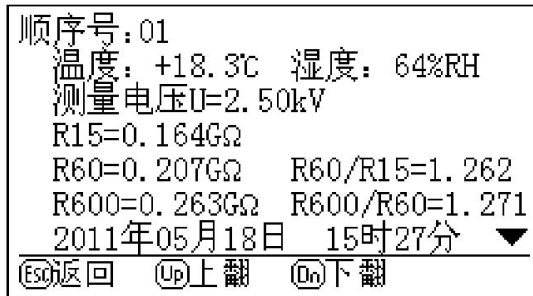

图 14
4.4 在图 2 所示的界面下，若选择记录查询操作，将会显示以前测量且存储的各组数据，如图 14 所示，可根据显示屏下方的按键功能提示进行上翻页、下翻页等操作。